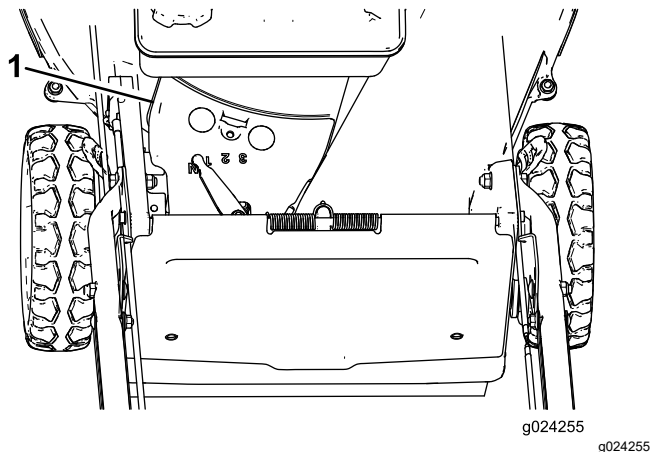

Figure 35
3. Enlevez le couvercle de courroie (Figure 35) du carter du tablier de coupe.